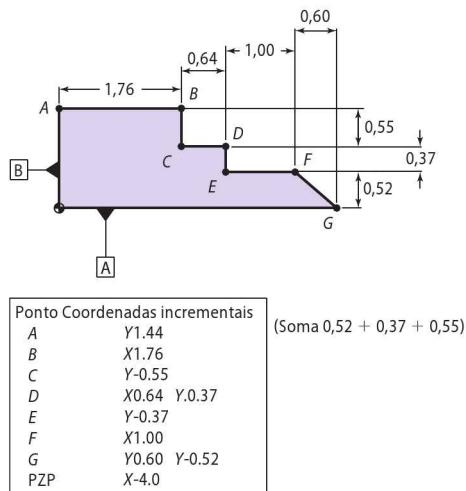

Figura 1-39 Mais uma vez, o erro do programa não produz a forma mostrada. Analise a diferença entre os erros de forma absoluta e incremental.
- 13.** O conjunto de coordenadas incrementais XY na Figura 1-39 possui um erro que não produz o perfil mostrado – mais uma vez. Inicie do PZP. Plote e conecte as coordenadas na sequência usando uma cor contrastante, para fazer o mesmo problema em coordenadas absolutas. O que ocorre com o perfil? Resolver este quebra-cabeça irá lhe mostrar uma grande diferença entre os dois tipos de coordenadas quando um erro é cometido.